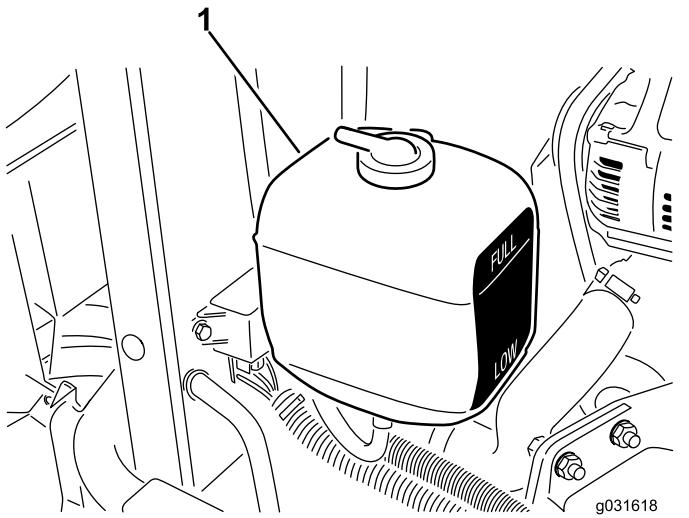

Figura 58
- 1. Controllate il livello del refrigerante nel serbatoio di espansione (Figura 58).